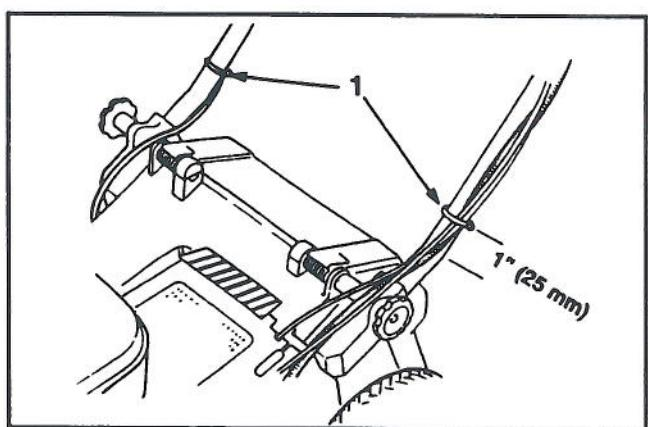

Figure 3
6. Utilisez les serve-câbles pour les fixer aux extrémités inférieures des tubes de la poignée (fig. 3). Les serve-câbles devraient être installées à 25 mm (1 pouce) des coude du mancheron. Pour le placement correct du câble, voir la figure 3.